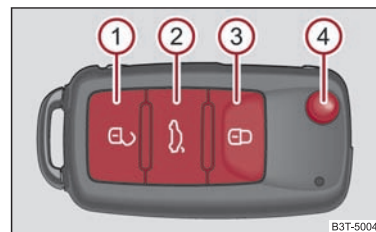

Fig. 37 Llave de radiotelemando
- Pulsar la tecla ❷ ⇒ fig. 37 durante aprox. 0,5 segundos. Para más información ⇒ página 46.
- Pulsar la tecla  $\Rightarrow$ página 51, fig. 37 durante aprox. 1 segundos. Para más información $\Rightarrow$ página 46.
- Pulsar la tecla  $\Rightarrow$ página 51, fig. 37 durante aprox. 1 segundos. Para más información $\Rightarrow$ página 48.